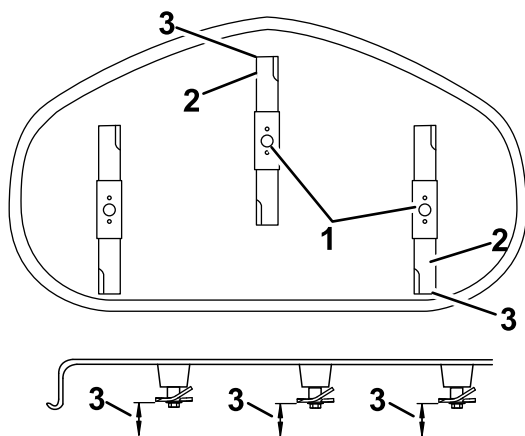

Figura 65
5. Mida entre la punta de la cuchilla delantera y la superficie plana y entre la punta de la cuchilla trasera y la superficie plana (Figura 64 o Figura 65).